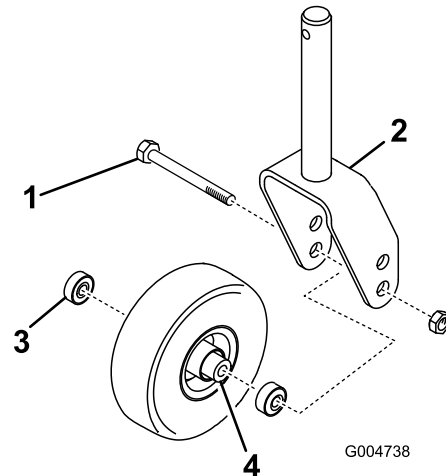
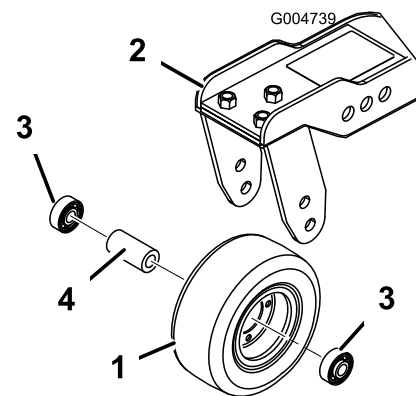

Figura 109
Figura 110
1. Retire a porca de bloqueio do parafuso que fixa o conjunto da roda giratória entre a forquilha da roda giratória (Figura 109) ou o braço articulado da roda giratória (Figura 110).
2. Retire o rolamento do cubo da roda e deixe cair o espaçador do rolamento para fora (Figura 109 e Figura 110).